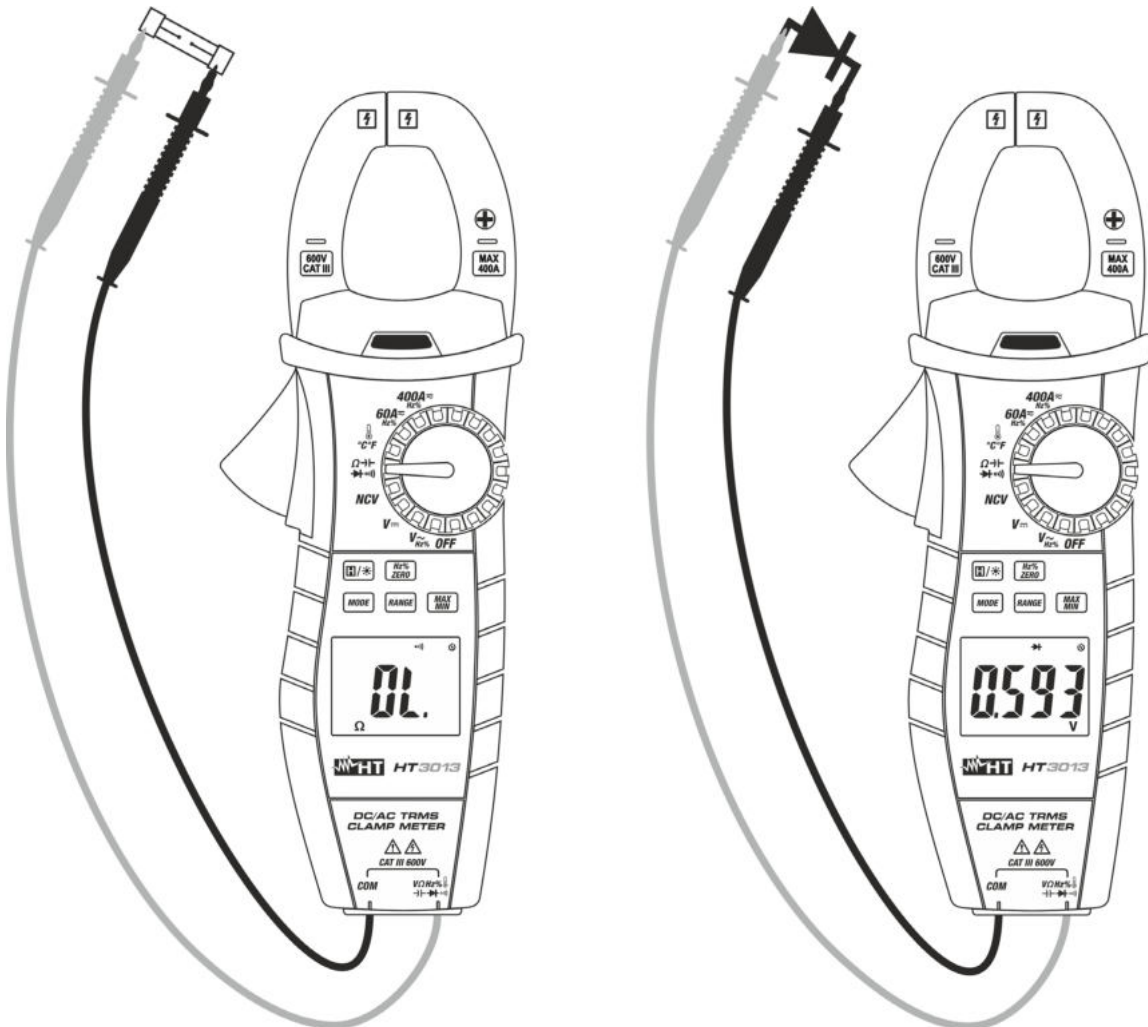

Fig. 8 : Utilisation de l'instrument pour test de Continuité et Test des Diodes
3. Insérer le câble rouge dans l'entrée du jack  $\text{V}\Omega\text{Hz}\% \rightarrow \text{bell}$  et le câble noir dans l'entrée du jack **COM** et exécuter le test de continuité sur l'objet sous test (voir la Fig. 8 - partie gauche). L'alarme émet un signal sonore si la valeur de résistance mesurée est inférieure à  $150\Omega$  environ.
5. Connecter l'embout rouge à l'anode de la diode et l'embout noir à la cathode en cas de mesure de polarisation directe (voir la Fig. 8 – partie droite). Inverser la position des embouts en cas de mesure de polarisation inverse.